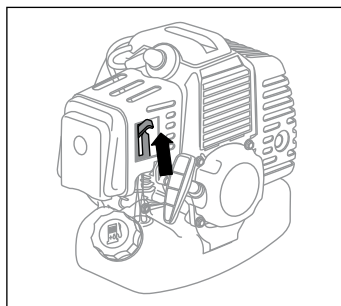

рис. 4
4. Переведите рычаг воздушной заслонки в верхнее положение – $\uparrow$ «Закрыто» (рис. 4).
7. Переведите рычаг воздушной заслонки (рис. 4) в нижнее положение ||| «Открыто».
1. Переведите рычаг воздушной заслонки в нижнее положение – ||| «Открыто» (рис. 4).